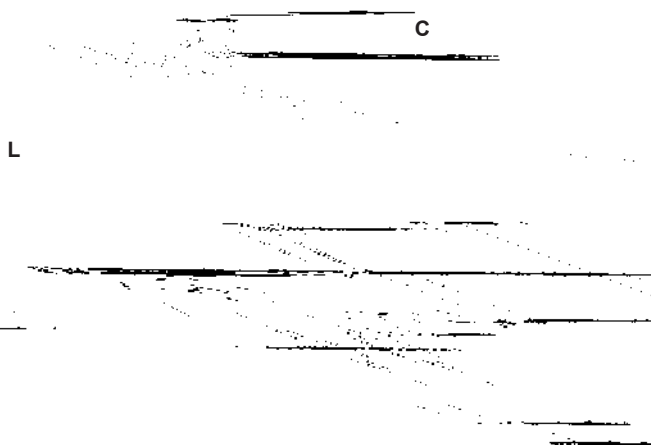

Рис. 13
- разборка, проверка и чистка головки сгорания ( см. Рис. 13), при повторном монтаже тщательно выдержать размеры, указанные на странице 18;